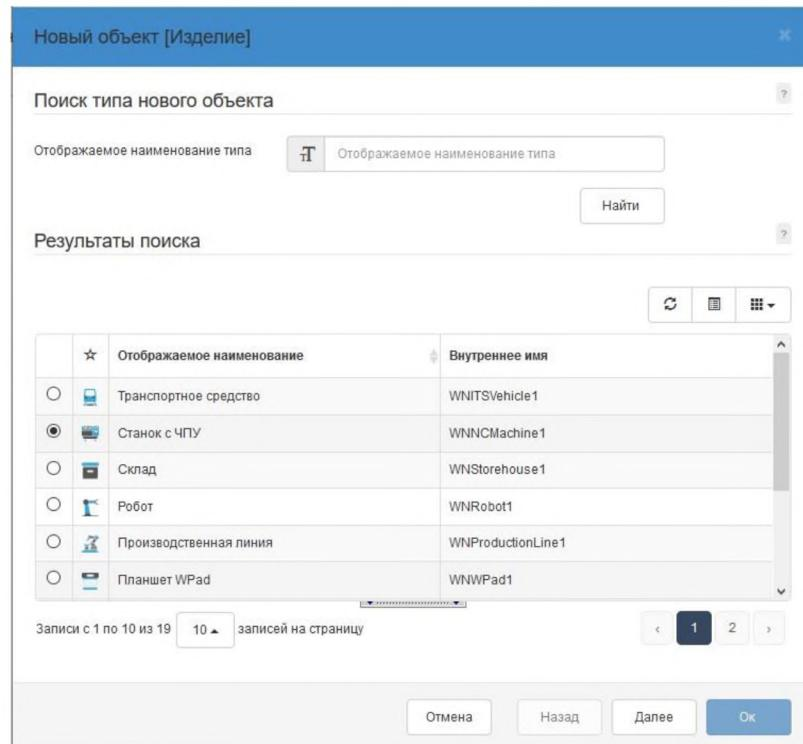

Рисунок 65 – Выбор типа папки
- 2) Нажмите **Найти**, выберите тип папок **Станок с ЧПУ** и нажмите **Далее** (рис. 65).